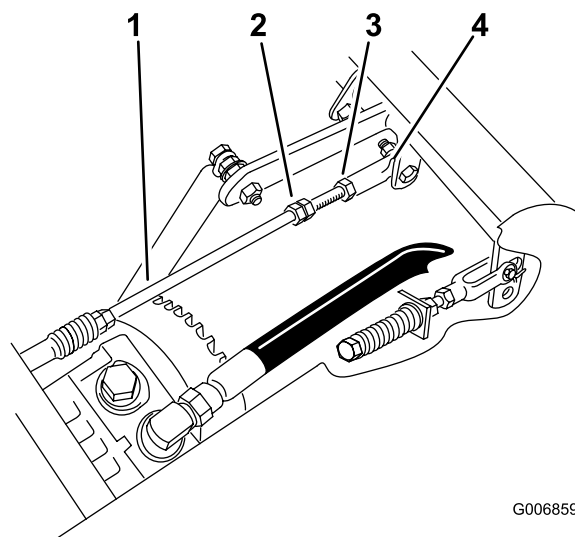

Figura 42
4. Afloje la contratuerca de la articulación esférica de la varilla de control de la bomba derecha (Figura 42).
5. Apriete la contratuerca de la articulación esférica y compruebe el avance de la máquina (Figura 42).